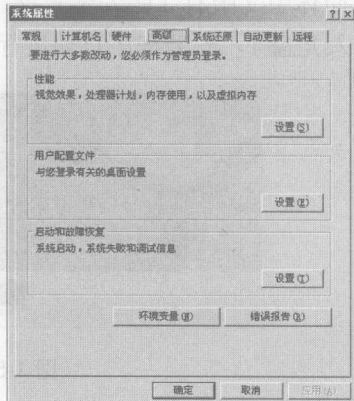

图 1-2 【高级】选项卡
- (2) 在【系统属性】对话框中切换到【高级】选项卡, 弹出如图 1-2 所示的对话框。